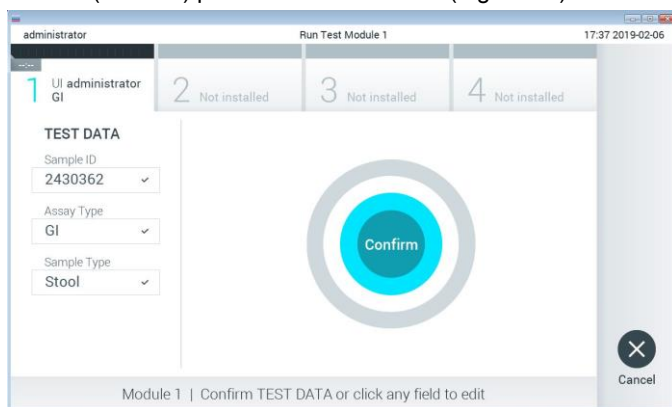

Figura 14. Confirmarea introducerii datelor.
18. Apăsați **Confirm** (Confirmare) atunci când toate datele afișate sunt corecte. Dacă este necesar, selectați câmpul corespunzător pentru editarea conținutului, sau apăsați **Cancel** (Anulare) pentru anularea testării (Figura 14).